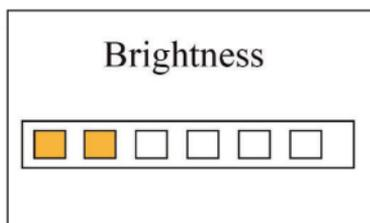

Figura 4.10A Configuración de Brillo
- Brillo: Para ajustar el brillo de la retroiluminación, hay 6 niveles de opciones, el valor predeterminado de fábrica es de nivel 3, como se muestra en la Figura 4.10A.